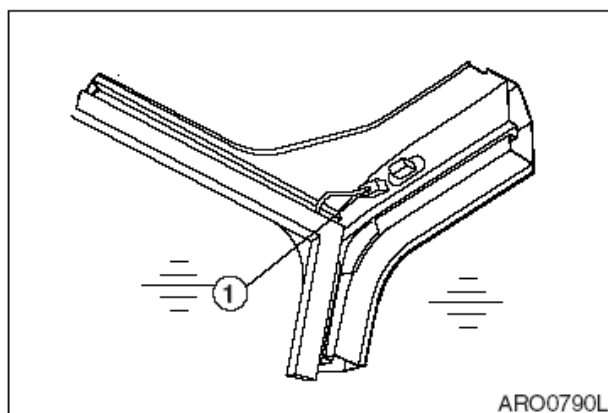

Рис. 91
5. Отсоединить соединитель стеклоочистителя (1, рис. 91) справа спереди на верхней части кабины.
7. Подсоединить провод щеток (1, рис. 91), расположенный на передней правой стороне кабины.